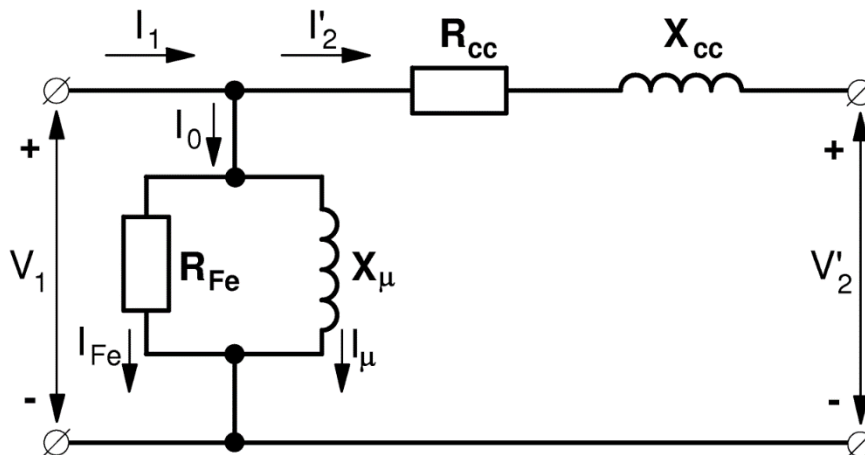

Fig. 1: Circuito equivalente aproximado de una fase de un transformador trifásico
- a) Cada fase de un transformador trifásico con carga equilibrada se comporta como un transformador monofásico con las tensiones y corrientes de fase y con la tercera parte de la potencia. Por lo tanto, el circuito equivalente aproximado de una fase de este transformador es el indicado en la Fig. 1 y la resolución de un transformador trifásico con carga equilibrada se realiza de la misma forma que para un transformador monofásico utilizando los valores de fase.
Los parámetros que se necesitan calcular para definir el circuito equivalente de la Fig. 1 son R_{Fe} , X_{μ} , R_{cc} y X_{cc} . Los dos primeros se obtienen del ensayo de vacío y los dos últimos del ensayo de cortocircuito.
El cálculo de los parámetros R_{Fe} y X_μ del circuito equivalente de la Fig.1 se realiza ahora como si se tratase de un transformador monofásico en el que el ensayo de vacío hubiera dado como resultados los valores de fase que se acaban de obtener.
En el ensayo de vacío, el circuito equivalente de la Fig. 1 se reduce al indicado en la Fig. 2a y el diagrama vectorial por fase del transformador es el señalado en la Fig. 2b:
El cálculo de los parámetros R_{cc} y X_{cc} del circuito equivalente de la Fig.1 se realiza ahora como si se tratase de un transformador monofásico en el que el ensayo de cortocircuito hubiera dado como resultados los valores de fase que se acaban de obtener.
Cuando el transformador se alimenta a la tensión asignada V_{1N} la corriente de vacío I_0 es pequeña comparada con la corriente asignada I_{1N} (del orden de 0,6 a 8% de I_{1N}). Durante el ensayo de cortocircuito el transformador se alimenta con una tensión reducida (no superior al 15% de V_{1N}) lo que da lugar a una corriente de vacío todavía mucho menor que a la tensión asignada. En estas condiciones se puede despreciar la corriente de vacío con respecto a la corriente primaria y el circuito equivalente de la Fig. 1 se reduce al de la Fig. 3a. El triángulo de impedancias del circuito de la Fig. 3a se ha representado en la Fig. 3b.